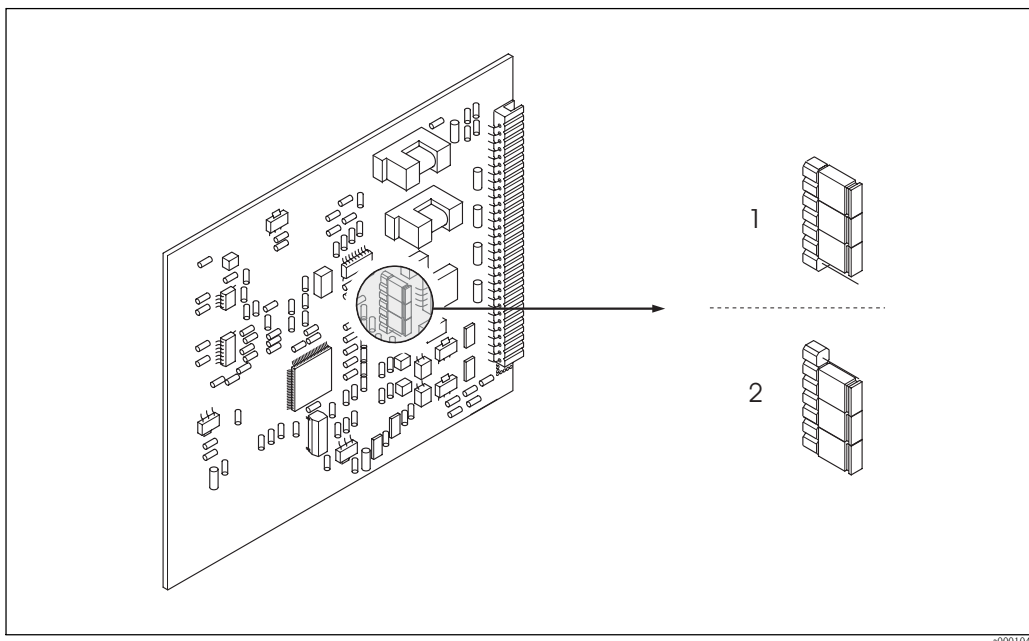

Fig. 33: Configuración de la salida de corriente (tarjeta E/S de asignación permanente)
3. Coloque los puentes de conexión conforme a la Fig. 33.